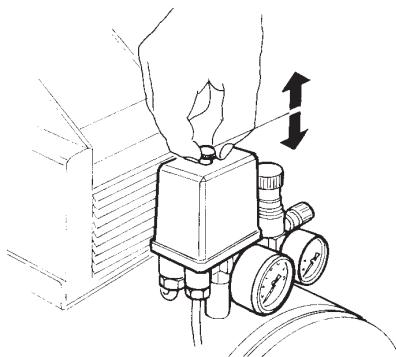

fig. 5
- veiller à ce que le bouton situé sur le pressostat (figure 5) soit dans la position de repos "OFF-0".
Après avoir effectué les susdits contrôles, enforcez la fiche dans la prise de courant et amorcez le compresseur en appuyant sur le bouton du pressostat jusqu'à la position "ON-1" (figure 5). Pour arrêter le compresseur, appuyez sur le même bouton, jusqu'à la position "OFF-0" (figure 5).
Le fonctionnement du compresseur est réglé par l'action directe du pressostat (figure 5) qui débranche l'alimentation du réseau du moteur lorsque la pression à l'intérieur du réservoir atteint la valeur programmée sur le pressostat (8 bar). Il la rebranche lorsque la pression atteint une valeur de quelque 2 bar de moins par rapport à la pression d'exercice.